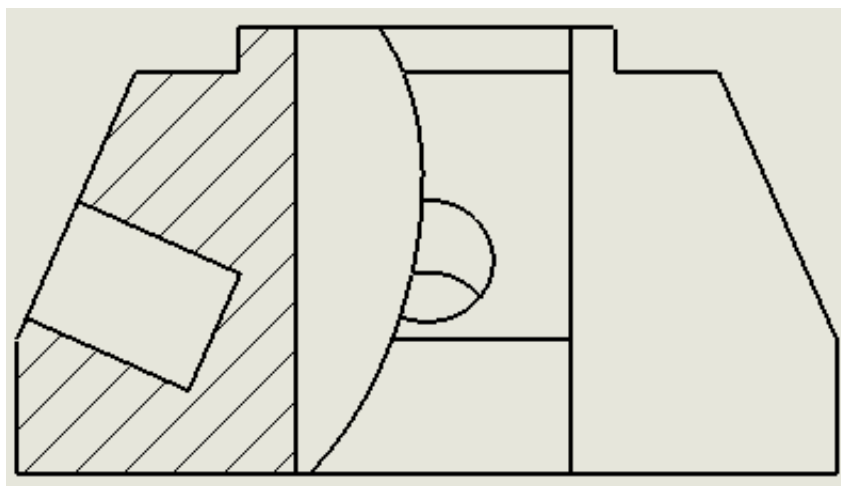

Figura 5.45.
-  **VISTA SECCIÓN PARCIAL:** Esta operación permite visualizar los detalles internos de un modelo por la eliminación parcial de material hasta la profundidad especificada. Para su creación se debe especificar la zona que se quiere sustraer o eliminar mediante la creación de un *spline*. (Figura 5.45).